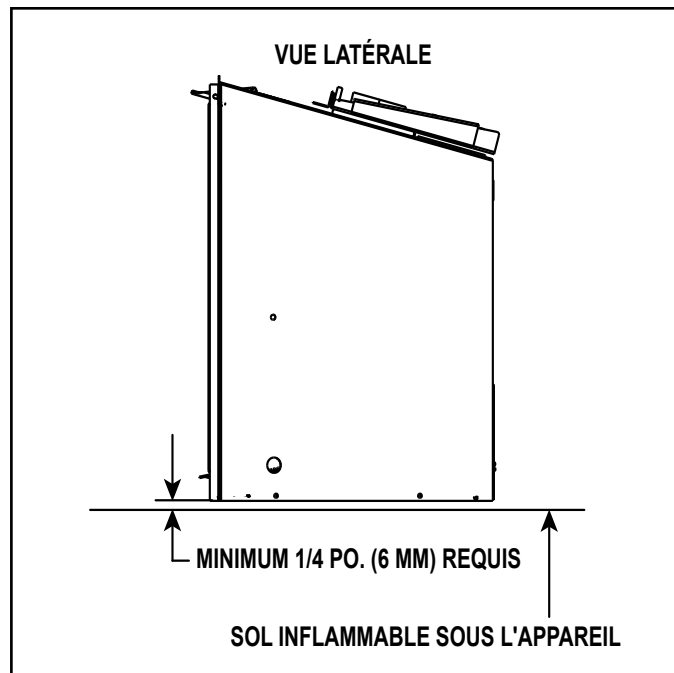

Figure 3.7 Dégagement pour le plancher de combustible solide
- Un espace minimal de 6,35 mm (1/4 po) entre le bas de l'appareil et le sol métallique de la boîte à feu pour combustible solide est **RECOMMANDÉ**. Voir la vue de côté à la Figure 3.7.